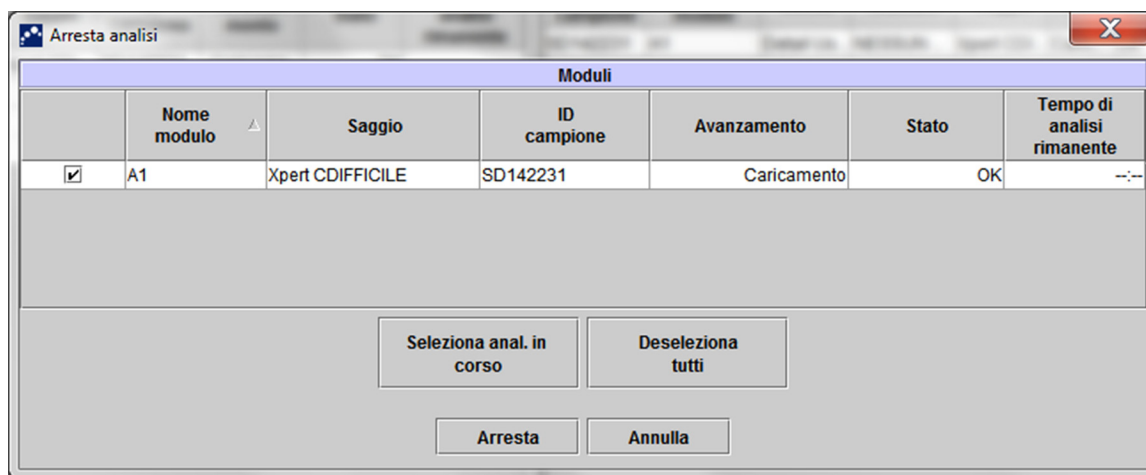

Figura 5-35. Finestra di dialogo Arresta analisi
1. Nella finestra GeneXpert Dx System, fare clic su **Visualizza risultati** nella barra dei menu. Verrà visualizzata la finestra Visualizza risultati. Vedere la Figura 5-35.
Nella finestra Visualizza risultati vengono visualizzate funzioni diverse a seconda del tipo di utente. La Sezione 5.12.2, Vista dell'utente di base descrive la finestra Visualizza risultati per gli utenti di base. La Sezione 5.12.3, Vista dell'utente avanzato e dell'amministratore descrive la finestra Visualizza risultati per gli utenti avanzati e l'amministratore. La Figura 5-35 mostra una finestra Visualizza risultati per gli utenti avanzati e l'amministratore.